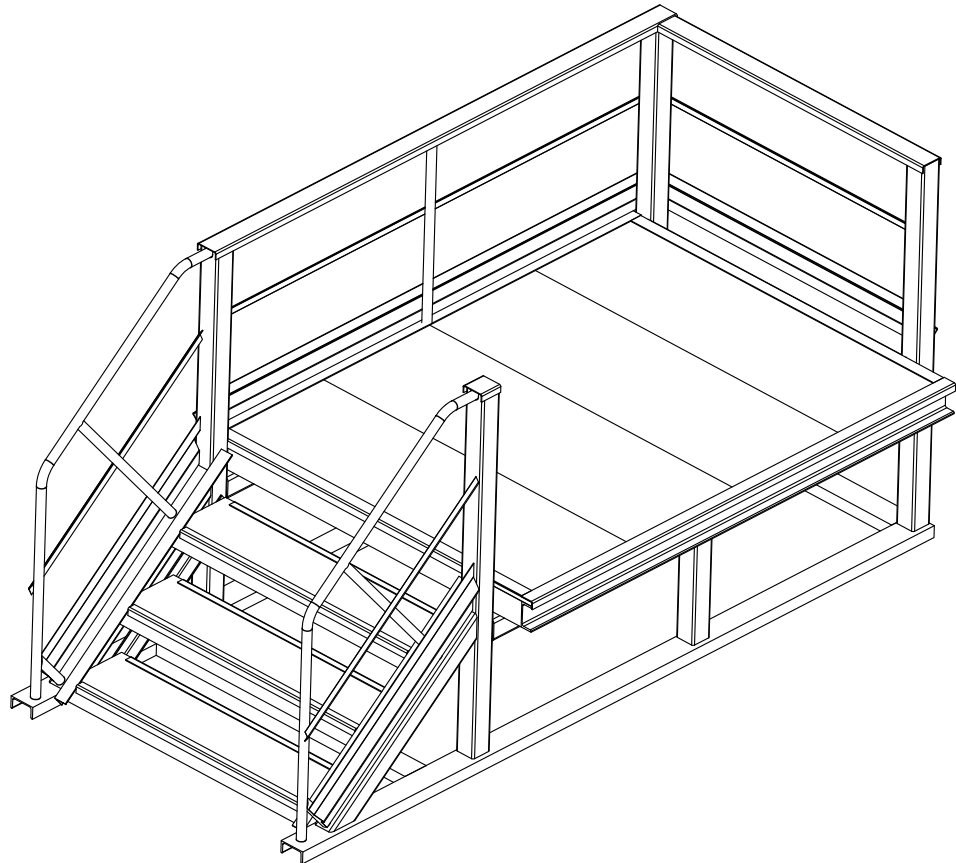

Рис.9
5.8 Габаритные и присоединительные размеры МС-110 см. рис.9